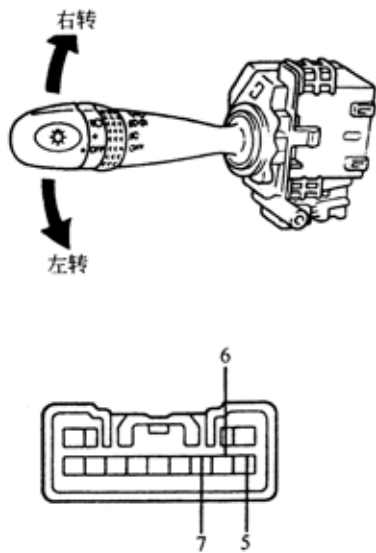

图 9-33
3) 检查转向信号开关是否导通，如图 9-33 所示。按照表 9-13 检查开关在每个位置时各端子之间是否导通。